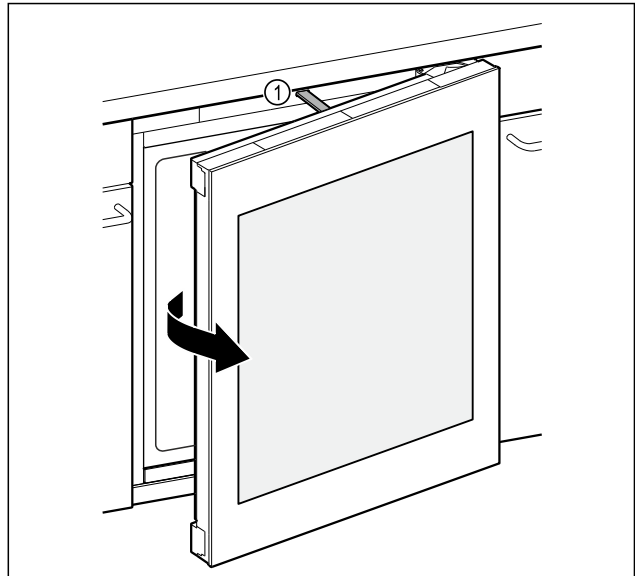

Fig. 82
- ▷ La tige de poussée Fig. 82 (1) ouvre la porte d'env. 7 cm.